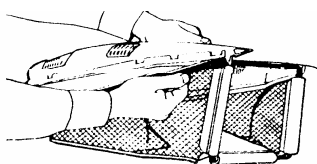

Fig. 10-4
5. Verbind het plastieken deksel met het net door het stalen frame met het vastgemaakte net te drukken in het plastieken deksel (Fig.10-4)